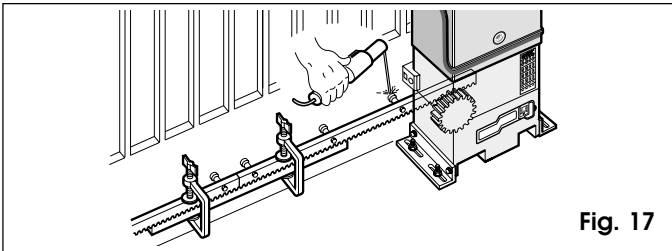

Fig. 17
- 5) Rapprocher un autre élément de la crémaillère de l'élément précédent en utilisant, pour synchroniser la denture des deux éléments, une pièce de crémaillère, illustrée par la Fig. 17.
- 5) Rapprocher un autre élément de la crémaillère de l'élément précédent en utilisant, pour synchroniser la denture des deux éléments, une autre pièce de crémaillère comme illustré dans la Fig. 17.